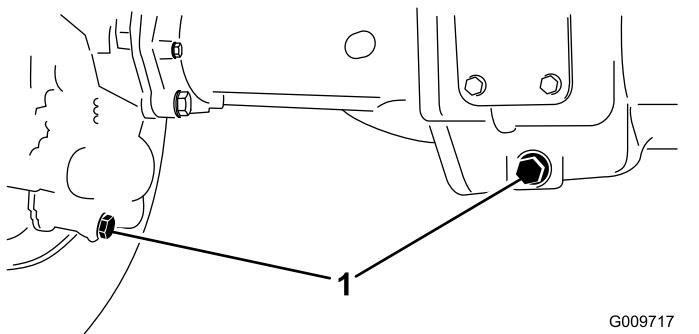

Bild 80
2. Reinigen Sie den Bereich um die drei Ablassschrauben, d. h. jeweils eine an jedem Ende und eine in der Mitte (Bild 80).